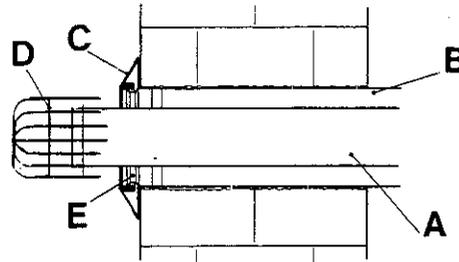

Fig. 1
La caldaia viene fornita di serie (vedi Fig. 1) con un tubo di scarico A di $\varnothing 60$ mm e lunghezza 850 mm munito di un terminale D, di tubo aria B di $\varnothing 100$ e lunghezza 795 mm, di un collare in gomma (C) per l'esterno e di una curva concentrica con fascette per il montaggio.
- Preparare i tubi tagliandoli alla lunghezza appropriata al tipo di installazione, quindi introdurre il tubo fumi nel tubo aria fino a raggiungere il fermo E (Fig. 1) posto all'estremità della guaina. Se l'operazione è eseguita correttamente, la sporgenza del tubo fumi $\varnothing 60$ rispetto al tubo aria $\varnothing 100$, risulterà di 7,5 mm.